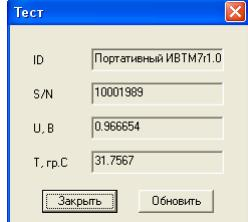

Рис.4. Окно информации о приборе.
- b. Выждать необходимое время для установления измерений. Контроль производить в окне чтения параметров прибора (кнопка , см. Приложение 4, рис.4) отслеживанием изменений в поле напряжения в канале влажность при нажатии кнопки ОБНОВИТЬ.
Проверка правильности функционирования прибора. Выводится окно, представленное на рис.4, в котором представлена информация о марке прибора, его серийном номере, текущем напряжении в канале влажности и значение влажности, измеренных прибором. С помощью кнопки ОБНОВИТЬ производится обновление информации в окне.